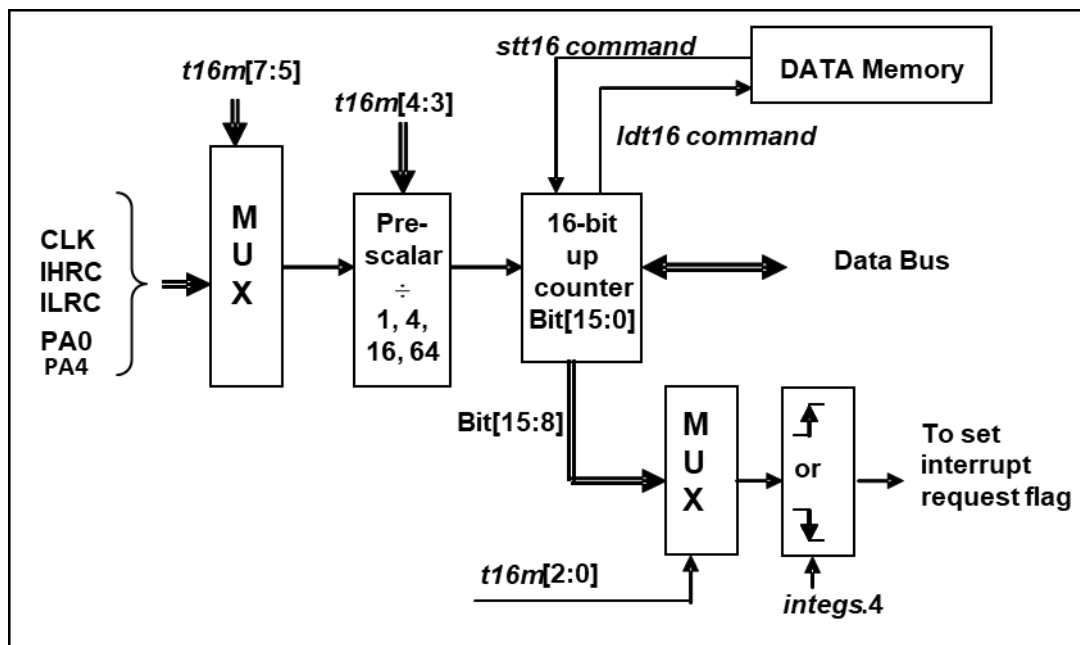

图 8: Timer16 模块框图
PMB182(B) 内置一个 16 位硬件计数器 (Timer16)，计数器时钟可来自于系统时钟 (CLK)，内部高频振荡时钟 (IHRC)，内部低频振荡时钟 (ILRC)，PA4 和 PA0。在送到 16 位计数器之前，1 个可软件程序设计的预分频器提供÷1、÷4、÷16、÷64 选择，让计数范围更大。16 位计数器只能向上计数，计数器初始值可以使用 *stt16* 指令来设定，而计数器的数值也可以利用 *ldt16* 指令存储到 SRAM 数据存储器。选择器用于选择 Timer16 的中断条件，无论何时发生溢出，都可以触发 Timer16 中断。计时器 16 的硬件框图如图 8 所示。16 位计数器的中断请求可以通过 16 位计数器的位[15:8]来选择，中断类型可以上升沿触发或下降沿触发，定义在寄存器 *intgs.4*。